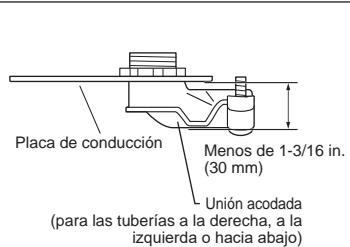

Fig. 2
- 5) Acople la tubería de conducción (para la tubería posterior)/unión acodada (para las tuberías a la derecha, a la izquierda o hacia abajo) a la placa de conducción con la tuerca de bloqueo. La rosca de la tubería de conducción/unión acodada instaladas que aparece en el interior debe ser menor de 3/8 in. (10 mm). (Fig. 1). La unión acodada debe ser menor de 1-3/16 in. (30 mm) en el exterior. (Fig. 2)